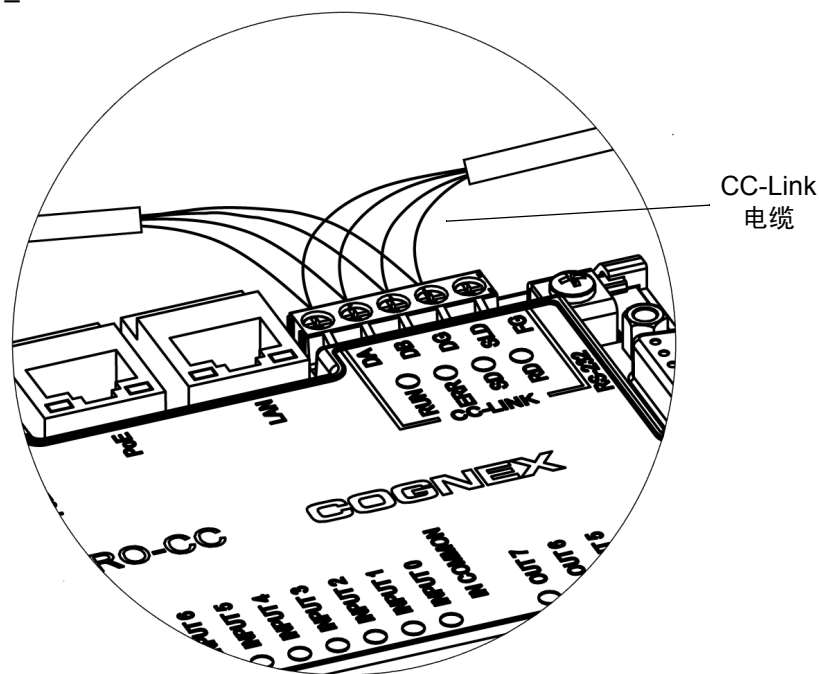

图 2-9: 连接 CC-Link 电缆
9. 仅适用于 CIO-MICRO-CC: 如果要将在所支持的 In-Sight 视觉系统连接到 CC-Link 设备, 可将 CC-Link 电缆的一端连接到 CIO-MICRO-CC CC-Link 接线端, 如图 2-9 所示, 然后将电缆的另一端连接到其它 CC-Link 设备。CC-Link 网络为菊链式, 因此可能需要终端电阻器。请确保您的连接正确。有关详细信息, 请参阅 *CC-Link 电缆配线手册 (CC-Link Cable Wiring Manual)*, 网址为 http://www.cc-link.org/eng/t_html/index.html。在第 49 页中介绍了 CC-Link 网络的示例。